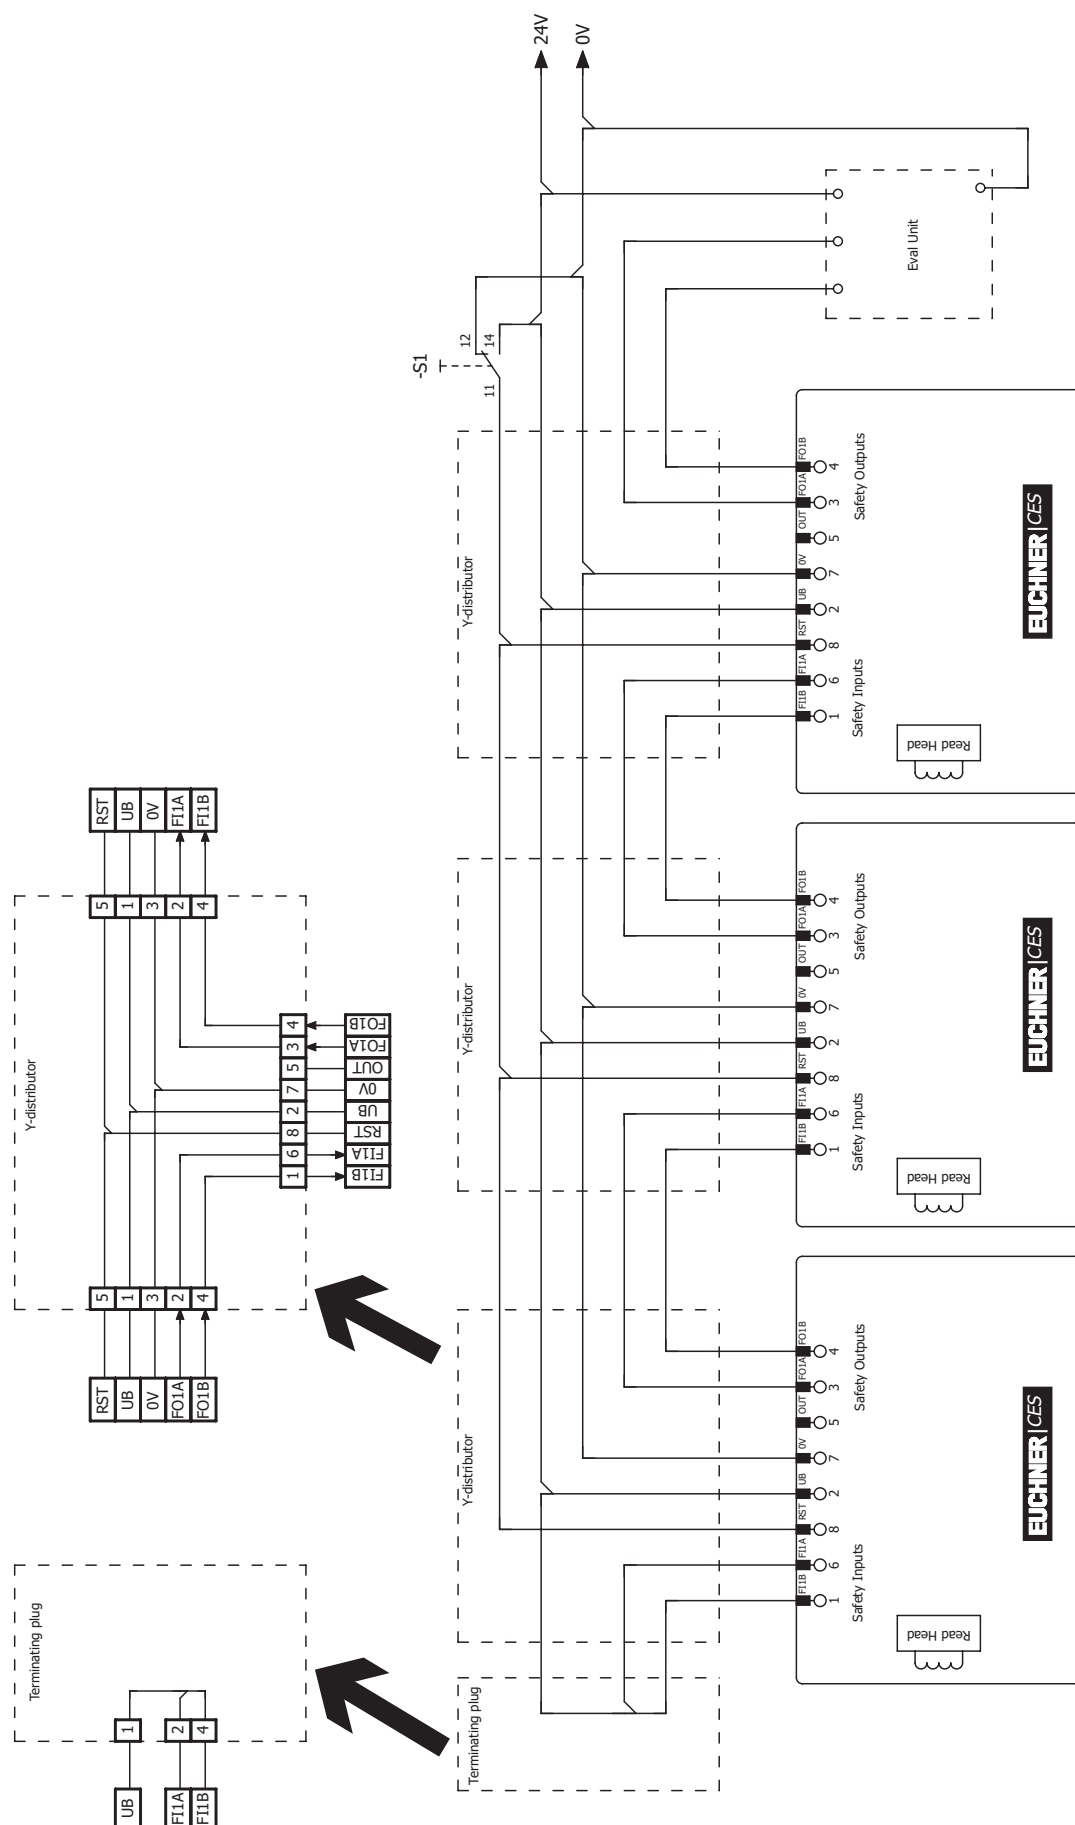

Fig. 4 : Exemple de raccordement pour montage en série avec réinitialisation et inverseur
- › Il faut utiliser un signal commun pour tous les interrupteurs en série. Cela peut être un inverseur ou encore la sortie d'une commande / d'un automate. Un bouton ne convient pas car la réinitialisation en cours de fonctionnement doit toujours être sur GND (voir l'interrupteur S1 sur la Fig. 4 à la page 21).
Pour que cela soit possible, l'entrée RST doit être connectée comme indiqué sur la Fig. 4 à la page 21.